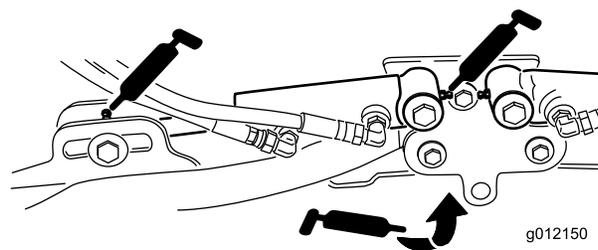

Рисунок 39
- Оси поворота подъемного рычага (по 1 шт.) (Рисунок 39)
- Цилиндры подъемного рычага режущего блока (по 2 шт.) (Рисунок 39)